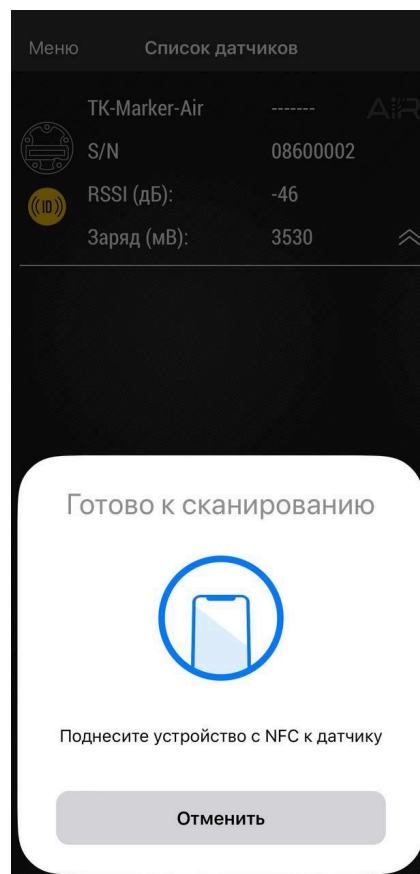

Рис.5. Активация по NFC
5. Поднесите NFC сканер мобильного устройства к верхней части метки TK-Marker-Air, которую нужно активировать (**Рис.5**).